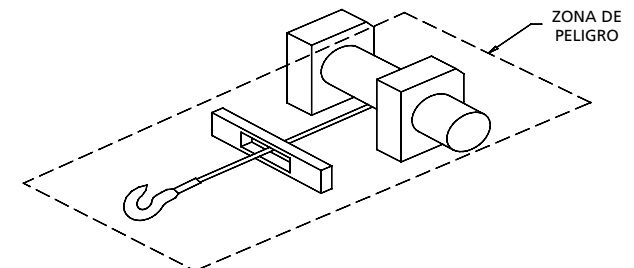

Fig. 1
3. Esté consiente de la zona de peligro. La zona de peligro es el área del tambor giratorio del cable de alambre, el escobén (si lo tiene), el cable de alambre, el gancho y el motor (vea la Fig. 1). Primero suelte la tensión de la carga y luego desconecte el interruptor de control antes de poner las manos en la zona de peligro o sus alrededores.